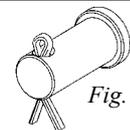

Fig. 16.1.b
7. Abaissez le tube adaptateur et fixez-le à la bague à cardan du mécanisme inférieur. Posez les paliers comme illustré en figure 16.1.c. Serrez fermement les vis ①. Serrez les vis de blocage ②. Utilisez une colle frein filet.
8. Ajustez le profil d'enroulement de sorte que le repère (voir page 26) soit au même niveau que l'adaptateur en ①. Serrez les vis fermement.